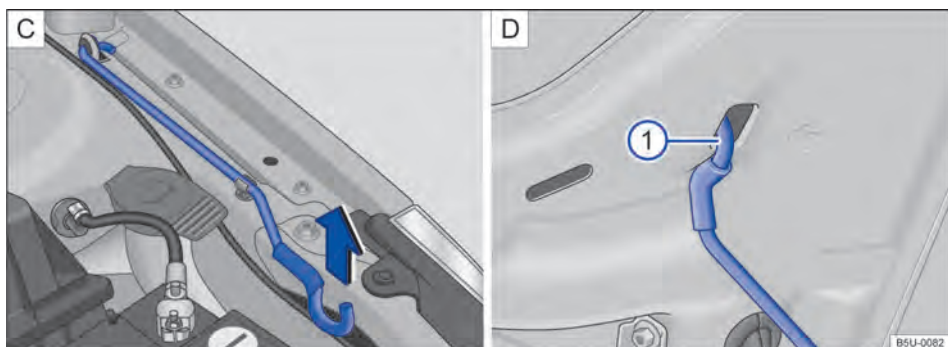

Fig. 168 [C] Haste de sustentação da tampa do compartimento do motor. [D] Tampa do compartimento do motor apoiada na haste de sustentação.
- Retirar a haste de sustentação do suporte no sentido da seta → Fig. 168 [C] e posicioná-la na abertura na tampa do compartimento do motor → Fig. 168 ① [D].
- Retirar a haste de sustentação do furo → Fig. 168 ① [D] e encaixá-la no suporte do fecho → Fig. 168 [C].